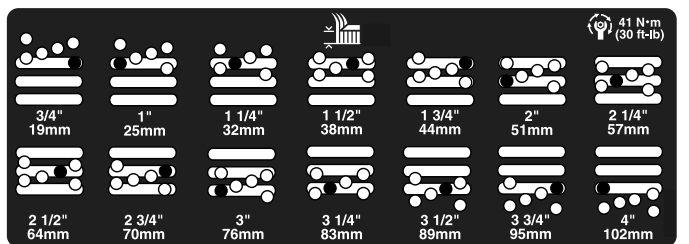

図 23
5. 希望の刈り高にチェンバを合わせ、その刈り高の穴とスロットにスペースを通す 図 23。